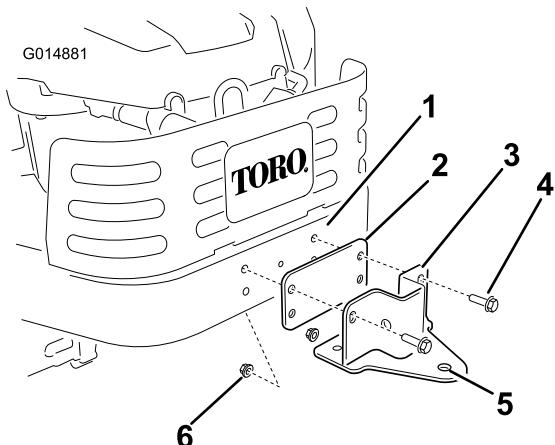

Figure 10
1. Trouvez la plaque intermédiaire de support du cadre ainsi que le support dans les pièces détachées. Montez la plaque et le support sur le cadre de la machine comme illustré à la Figure 10. Fixez la plaque et le support au cadre avec deux boulons (5/16 x 1") et deux contre-écrous (5/16").